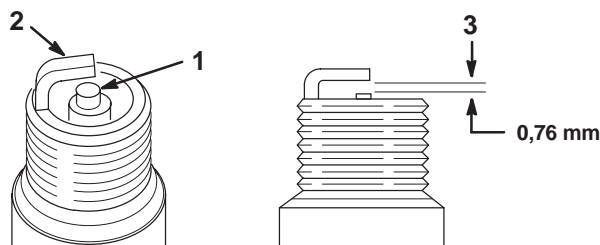

Bild 49
1. Sehen Sie sich die Mitte der Zündkerze(n) an (Bild 49). Wenn der Kerzenstein hellbraun oder grau ist, ist der Motor richtig eingestellt. Eine schwarze Schicht am Kerzenstein weist normalerweise auf einen schmutzigen Luftfilter hin.
2. Prüfen Sie den Abstand zwischen den mittleren und seitlichen Elektroden (Bild 49). Verbiegen Sie die seitliche Elektrode (Bild 49), wenn der Abstand nicht stimmt.